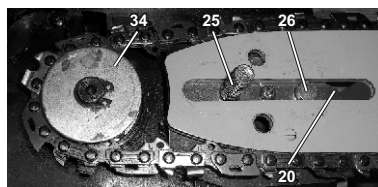

Рис. 6
Узел натяжения цепи имеет шпильку **25** (см. рис.6) для фиксации шины крышкой **5** с гайкой **7** и кольцом **6** (см. рис.1) и осуществляет ориентацию шины и регулировку натяжения цепи.
Ориентация шины обеспечена установкой ее выборки **20** (см. рис.6) в направляющую **26**. Регулировка натяжения цепи осуществляется вращением спирального натяжителя **15** (см. рис.1), приводимого в движение кольцом **6**.
У натяжителя есть отверстие **33** (см. рис.8) для установки шины на шпильку **25** (см. рис.6).
- Рычаг аварийного тормоза цепи **9** (см. рис.1), одновременно служащий щитком защиты левой руки, обеспечивает защиту левой руки работающего и аварийное включение тормоза цепи при забросе (отдаче) пилы. Рычаг тормоза цепи, имеющий два фиксированных положения, связан с зацепной муфтой, которая вместе с ведущей звёздочкой **34** (см. рис.6) установлена на вале шпинделя.